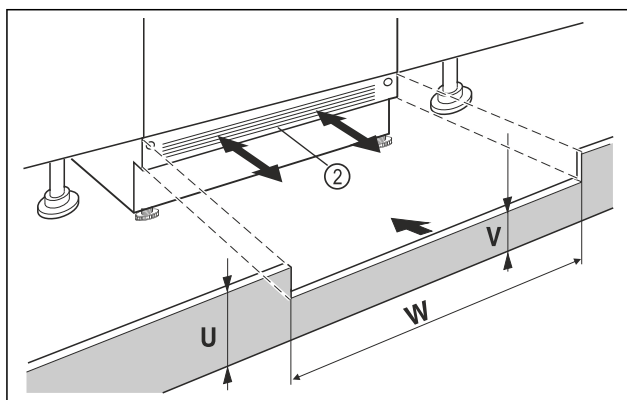

Fig. 40 Reprezentare exemplificatoare
- ▶ Așezați dar nu fixați încă masca postamentului aparatului Fig. 40 (2).
- ▶ Dacă masca postamentului Fig. 40 (2) este vizibilă, trageți-o spre înainte, astfel încât marginea frontală a grilajului de ventilare și masca postamentului mobilierului să formeze un plan.
- ▶ Dacă masca postamentului Fig. 40 (2) este acoperită, glisați-o complet spre înapoi.
- ▶ Acordați atenție fantelor de ventilare complet libere: Dacă este necesar, tăiați corespunzător înălțimea măștii postamentului mobilierului Fig. 40 (U)!
- ▶ Adaptați înălțimea pragului Fig. 40 (V) sub masca postamentului aparatului Fig. 40 (2) de-a lungul lățimii nișei Fig. 40 (W).